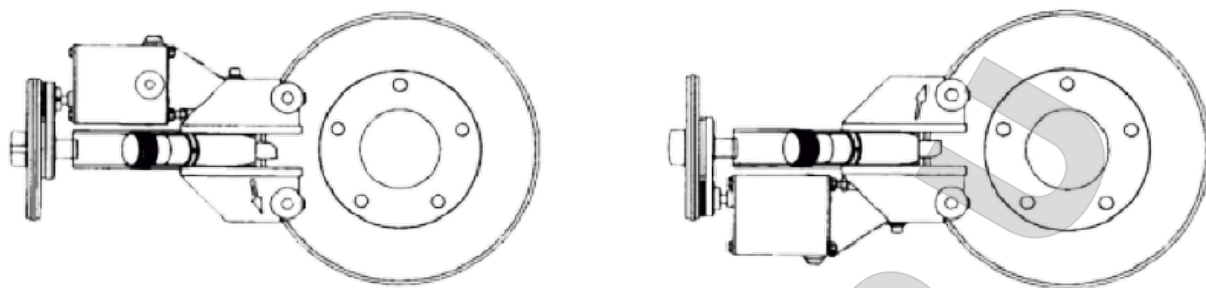

Рисунок 22
**7.5.2** При необходимости переверните блок проточки на 180° в вертикальной плоскости (рис. 22).